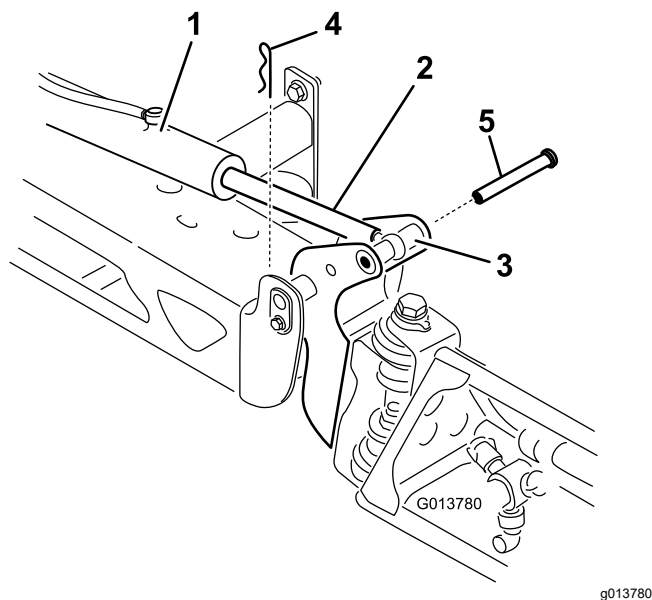

Figura 63
2. Retire o contrapino do pino de articulação (Figura 63).
3. Eleve rampa e retire o pino (Figura 63) e lentamente baixe a rampa para o solo.
9. Enquanto segura na rampa, insira o pino através tanto da articulação da rampa como da barra do acionador (Figura 63).